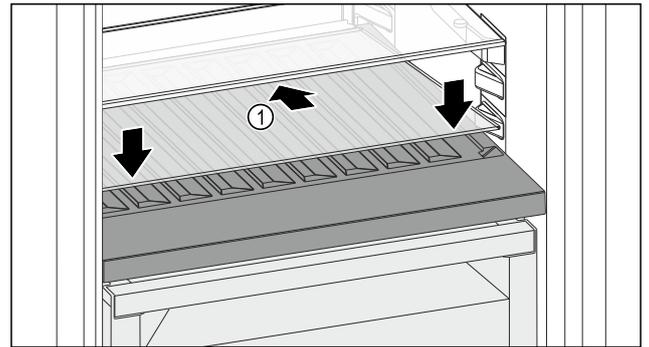

Fig. 99
- ▶ Glasplatte Fig. 99 (1) schräg und nach hinten unten geneigt ansetzen.
- ▶ Glasplatte Fig. 99 (1) vorne absenken.